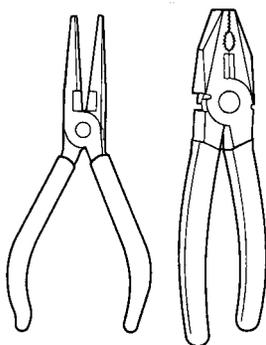

图1-3 手钳
(6) 手钳 手钳有尖嘴钳、钢丝钳、鲤鱼钳等许多种,如图1-3所示。在准备手钳时应尽量选择稍大一点的比较好用。钢丝钳最大规格长度为200mm。鲤鱼钳由于钳口开口宽度有两档调节位置,可用来夹持较大的零件。